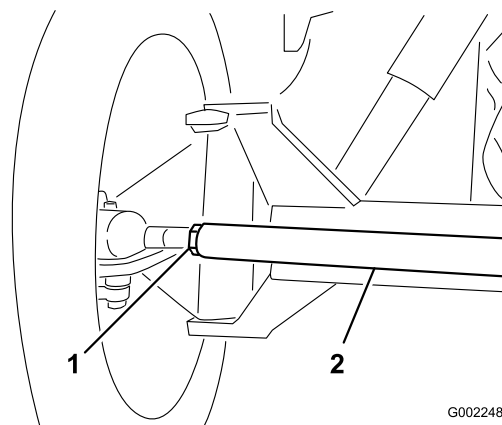

Figure 81
3. Si les mesures sont hors spécifications, desserrez les écrous de blocage aux deux extrémités de la biellette (Figure 81).